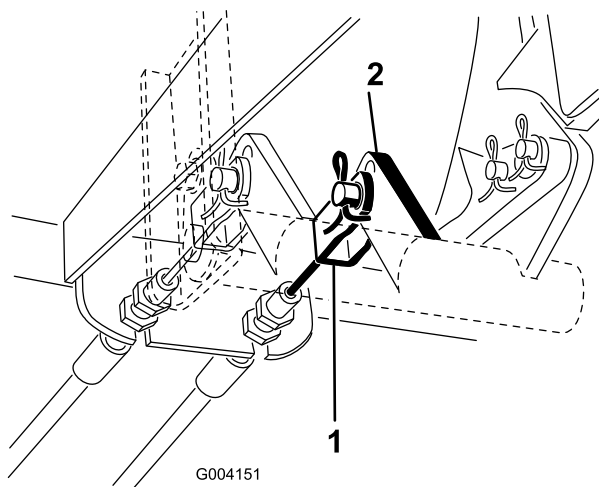

Figura 68
2. Scollegate il cavo sinistro del freno dal pedale del freno (Figura 68) e inserite il freno di stazionamento.